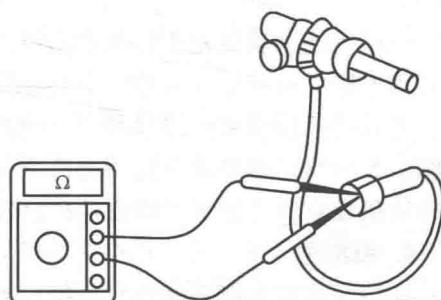

图 1-3 万用表检测轮速传感器
(1) 电阻检测法 电阻检测法主要用于可变电阻、电位计传感器、磁电式传感器电阻的检测，对于半导体元件，一般要与标准元件的测量值对比才能得出结论。例如，对于磁电式轮速传感器，可以用欧姆表检查其电阻值，一般在室温时，电阻在  $600 \sim 2300\Omega$  内为正常。电阻太小为线圈短路；电阻过大为连接不良；电阻非常大为断路；线圈与外壳导通为搭铁。图 1-3 是用万用表检测轮速传感器的